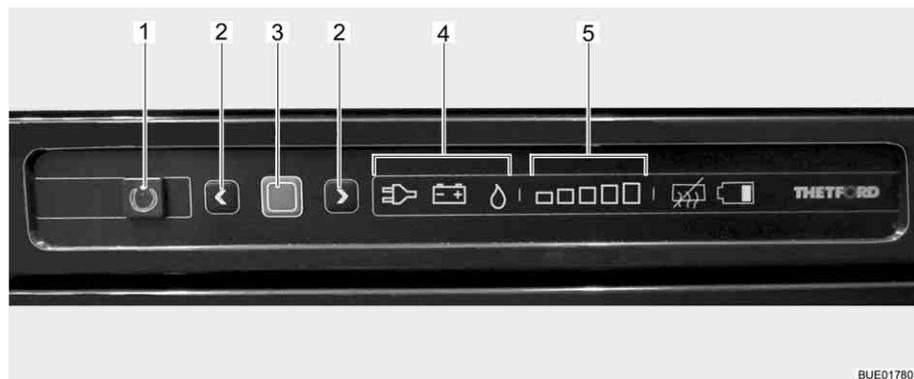

Bild 167 Bedienelemente für den Kühlschrank
Die aktuelle Betriebsart wird durch ein leuchtendes Symbol (Bild 167,4) an der Bedieneinheit angezeigt.
Nach dem Einschalten wählt der Kühlschrank automatisch die zuletzt gewählte Thermostateinstellung. Diese Einstellung kann manuell mit den Pfeiltasten (Bild 167,2) nachgeregelt werden. Die Leuchtbalken der Kühlstufenanzeige (Bild 167,5) zeigen die gewählte Thermostateinstellung an. Mit den Pfeiltasten wird die Kühltemperatur für alle drei Energiearten eingestellt. Es dauert einige Stunden, bis der Kühlschrank die normale Betriebstemperatur erreicht hat. Beim Umschalten der Betriebsart wird die Thermostateinstellung beibehalten. Die Kühltemperatur wird unabhängig von der Energieart beibehalten.
- Taste Ein/Aus (Bild 167,1) 1 Sekunde lang drücken. Taste (Bild 167,1) leuchtet grün auf. Nach ca. 10 Sekunden wird die Anzeige aus Energie-spargründen gedimmt.
- Bestätigungstaste (Bild 167,3) drücken. Die aktuelle Einstellung der Betriebsart wird angezeigt.
- Wenn nicht Betriebsart Gas eingestellt ist: Zum Ändern der Einstellung Bestätigungstaste (Bild 167,3) ca. 2 Sekunden lang drücken.
- Mit den Pfeiltasten (Bild 167,2) die Betriebsart Gas auswählen. Die Gaszu-fuhr ist geöffnet. Der Zündvorgang erfolgt automatisch. Ein tickendes Geräusch ist hörbar, bis der Zündvorgang erfolgreich abgeschlossen ist.
- Bestätigungstaste (Bild 167,3) ca. 2 Sekunden lang drücken.
- Bestätigungstaste (Bild 167,3) erneut drücken. Die aktuelle Kühlstufe wird durch die Leuchtbalken (Bild 167,5) angezeigt.
- Zum Ändern der Einstellung die Pfeiltasten (Bild 167,2) drücken, bis die gewünschte Einstellung angezeigt wird.
- Taste Ein/Aus (Bild 167,1) ca. 2 Sekunden lang drücken. Alle Lampen erlö-schen. Der Kühlschrank ist abgeschaltet.
- Wenn nicht Betriebsart 230-V-Betrieb eingestellt ist: Zum Ändern der Ein-stellung Bestätigungstaste (Bild 167,3) ca. 2 Sekunden lang drücken.
- Mit den Pfeiltasten (Bild 167,2) die 230-V-Betriebsart auswählen.
230-V-Betrieb ausschalten: ■ Taste Ein/Aus (Bild 167,1) ca. 2 Sekunden lang drücken. Alle Lampen erlöschen. Der Kühlschrank ist abgeschaltet.
12-V-Betrieb einschalten: ■ Taste Ein/Aus (Bild 167,1) 1 Sekunde lang drücken. Taste (Bild 167,1) leuchtet grün auf. Nach ca. 10 Sekunden wird die Anzeige aus Energie-spargründen gedimmt.
■ Bestätigungstaste (Bild 167,3) drücken. Die aktuelle Einstellung der Betriebsart wird angezeigt.
■ Wenn nicht Betriebsart 12-V-Betrieb eingestellt ist: Zum Ändern der Einstellung Bestätigungstaste (Bild 167,3) ca. 2 Sekunden lang drücken.
■ Mit den Pfeiltasten (Bild 167,2) die 12-V-Betriebsart auswählen.
■ Bestätigungstaste (Bild 167,3) ca. 2 Sekunden lang drücken.
■ Bestätigungstaste (Bild 167,3) erneut drücken. Die aktuelle Kühlstufe wird durch die Leuchtbalken (Bild 167,5) angezeigt.
■ Zum Ändern der Einstellung die Pfeiltasten (Bild 167,2) drücken, bis die gewünschte Einstellung angezeigt wird.
12-V-Betrieb ausschalten: ■ Taste Ein/Aus (Bild 167,1) ca. 2 Sekunden lang drücken. Alle Lampen erlöschen. Der Kühlschrank ist abgeschaltet.